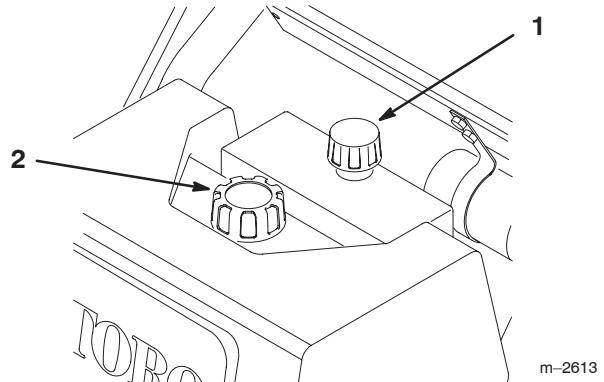

Figure 31
- Nettoyez la surface autour du goulot de remplissage et du bouchon/de la jauge du réservoir hydraulique (Fig. 31).